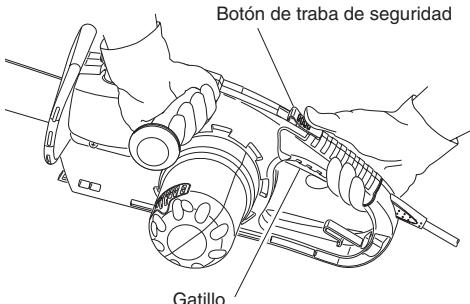

Figura 12 - Posición del gatillo y de la traba de seguridad
- Utilice ambas manos para sujetar la sierra. Utilice siempre la mano izquierda para asir el mango anterior y la derecha para tomar la posterior. Sujétela con firmeza: los mangos de la sierra deben quedar bien tomados por sus dedos (vea la Figura 12).
- Cuando esté dispuesto a realizar un corte, presione la traba de seguridad completamente hacia adelante con el pulgar derecho y apriete el gatillo (vea la Figura 12); la sierra se encenderá. Al soltar el gatillo, se apagará. Cerciórese de que la cadena está girando a su máxima velocidad antes de comenzar a cortar.